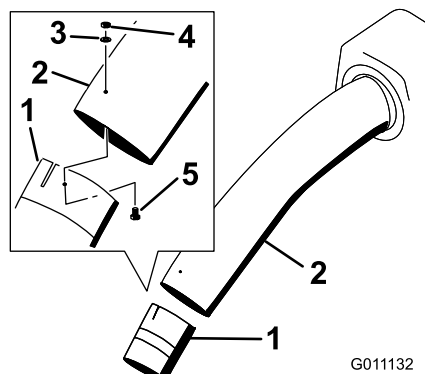

Figura 28
14. Unite i tubi superiore e inferiore con 3 bulloni (#10 x 3/4 poll.), 3 rondelle piane (7/32 poll.) e 3 dadi di bloccaggio (#10) (Figura 28).